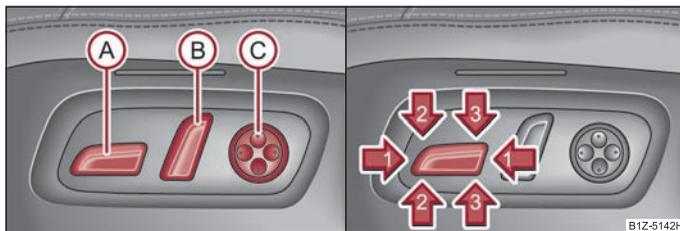

Fig. 56 Vue latérale: Réglage des éléments de commande du siège / contacteur de réglage du siège
- Poussez le contacteur (A) ⇒ fig. 56 vers l'avant ou vers l'arrière (1).
- Poussez le contacteur (C) AV ⇒ fig. 56 afin d'augmenter la courbure de l'appui lombaire.
- Poussez le contacteur (C) AR afin de diminuer la courbure de l'appui lombaire.
- Poussez le contacteur (C) du haut afin de remonter la courbure de l'appui lombaire.
- Poussez le contacteur (C) du bas afin d'abaisser la courbure de l'appui lombaire.